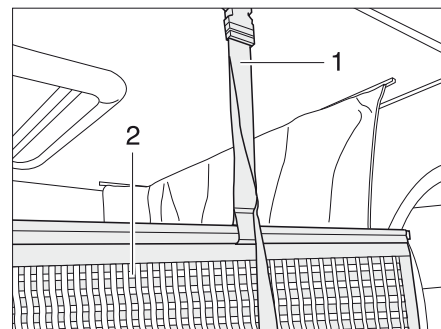

Bild 174 Fäste för skyddsnetet
Skyddsnetet (Bild 174,2) med fästremmarna befinner sig under madrassen. Skyddsnetet ska först monteras när personerna som ska sova där befinner sig på den höjbara sängen.
- Haka fast fästremmen (Bild 174,1) i hållarna i taket.